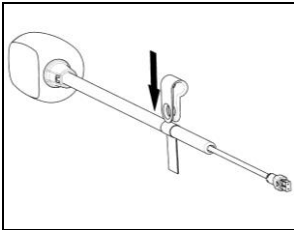

Fig. 35
- Inserire la fascetta ferma-microfono sul braccetto microfono (Fig. 35).